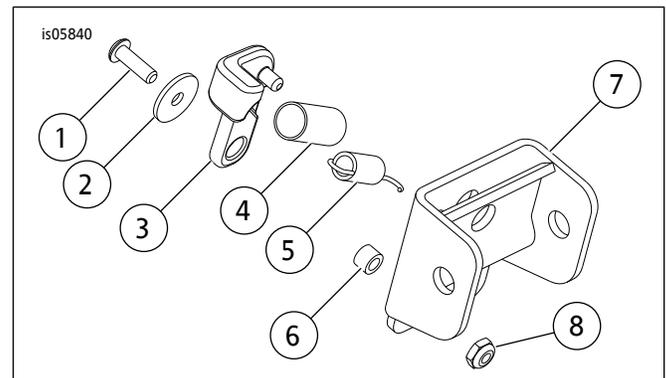

图2。维修零件：枢轴维修套件
参见图2和表1。
4. 参见图2。推动释放杆（3），检查确认枢轴转动灵活。